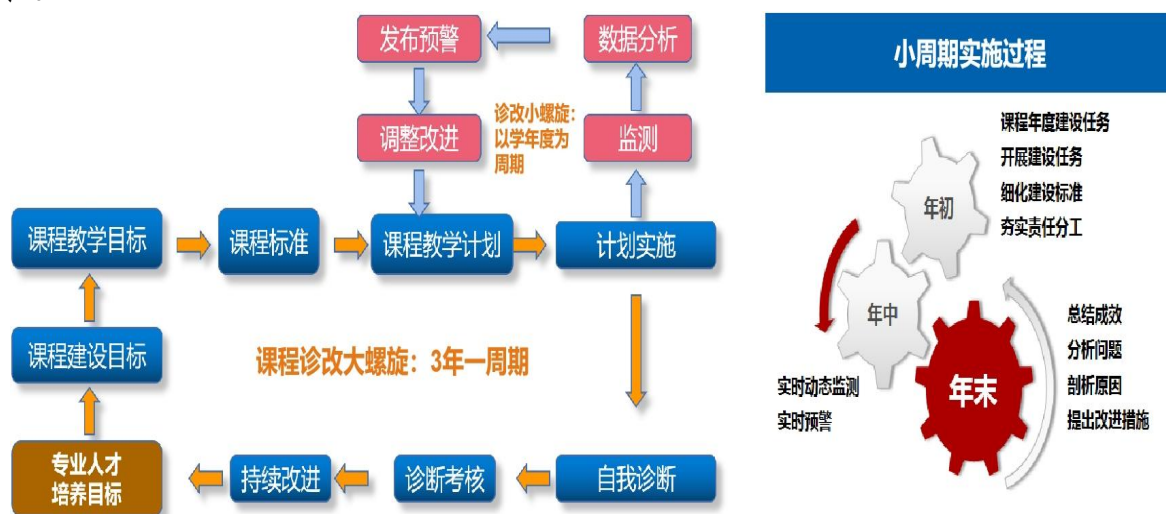

图 2 专业诊断与改进 8 字螺旋图
(1) 本专业人才培养方案是在党委领导下、专业教师充分调研的基础上根据教育部颁发的机电一体化技术专业的《专业教学标准》进行制定的。
(2) 建立“三三二一”教学质量监控体系，建立学校、二级学院、教研室三级质量监控层次，建立督导评教、同行评教、学生评教三级评教体系，建立“教师教学质量”和“学生学习质量”两个观测点，形成“一个回路”（指教学质量监控体系完整的反馈回路）。本专业诊断与改进 8 字螺旋图如下图 2 所示。